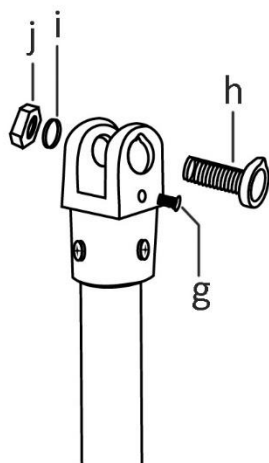

bild 6
1. Lossa stoppskruven (g), inställningsbulten för huvudlutningen (h), brickan (i) och fästmuttern (j) från motoranslutningen (bild 6)